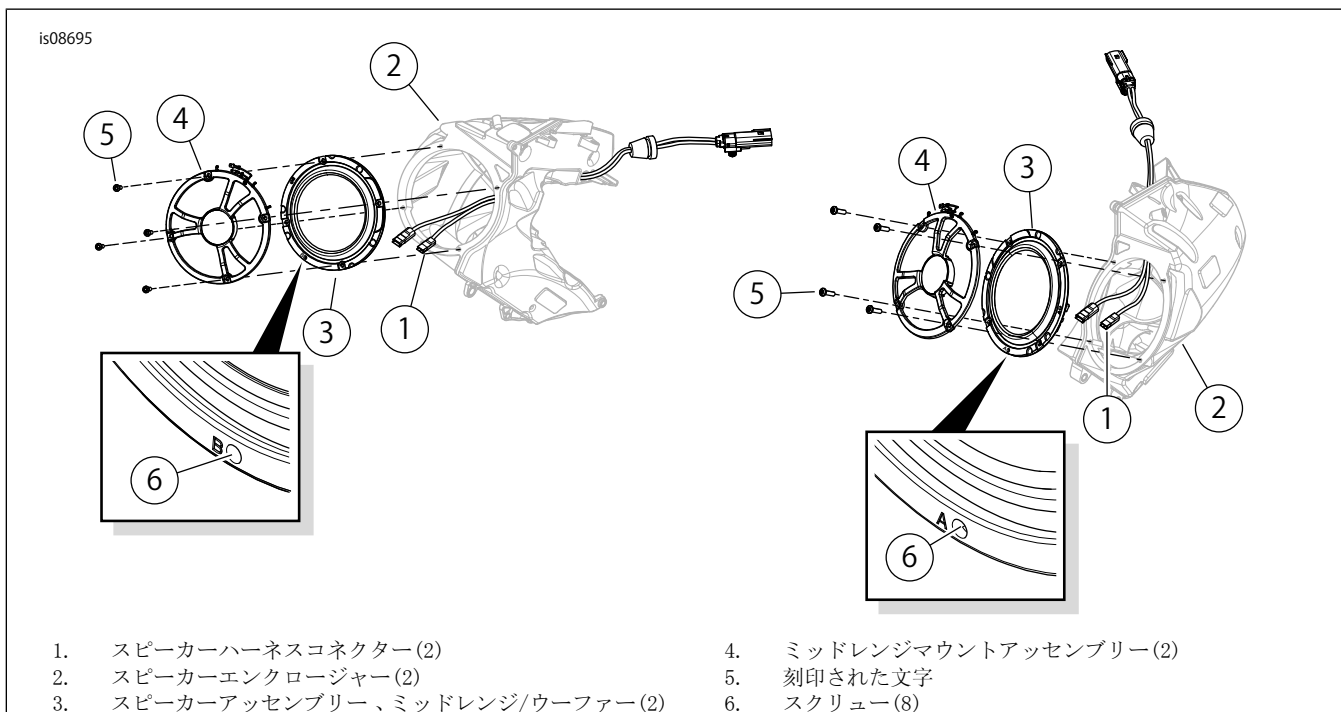

図1. ウーファースピーカーの取り付け
1. 図1を参照してください。スピーカーエンクロージャー(2)の内側にあるスピーカーワイヤーコネクタ(1)を新品のウーファー裏側のスぺードターミナル(3)に取り付けます。異なるサイズのスぺードコンタクトを使用することで正しく組み立てることができます。